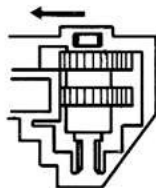
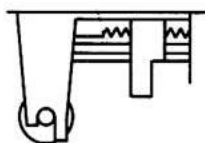

Fig. 7
Fig. 8
- Tourner le pignon (71) dans le sens des aiguilles d'une montre jusqu'en butée (voir fig. 7).
- Engager la vis sans fin dans la tringle (55) en prenant soin de mettre la dent coupée côté palier (57).
- Positionner la tringle (55) de telle sorte que 3 dents de cette dernière dépassent le palier (57) et la pièce moulée (voir fig. 8).
- Mettre en place l'axe (59) et respecter l'ordre de montage des rondelles (voir vue éclatée). Remettre en place la courroie (52) et le ressort (58) en veillant à ce que la courroie soit centrée sur la poulie.